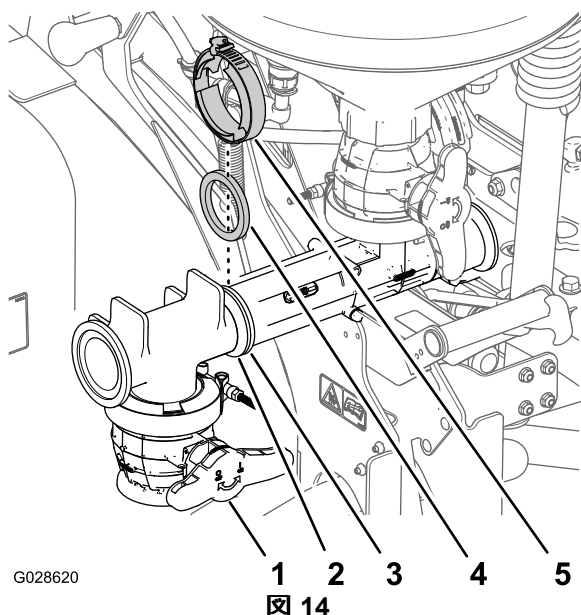

図 14
1. 上側T字フィッティングのフランジを、エダクタの前側フランジに合わせる 図 14。
2. ガasketとフランジクランプで、T字フィッティングをエダクタに固定する 図 14。